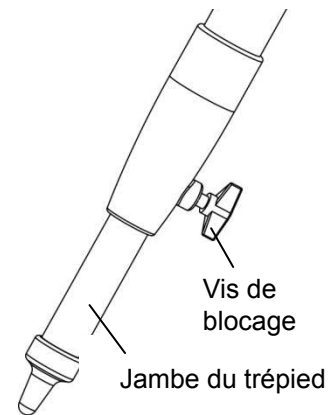

Fig. 1
1.1 Déployer le trépied (fig. 1)